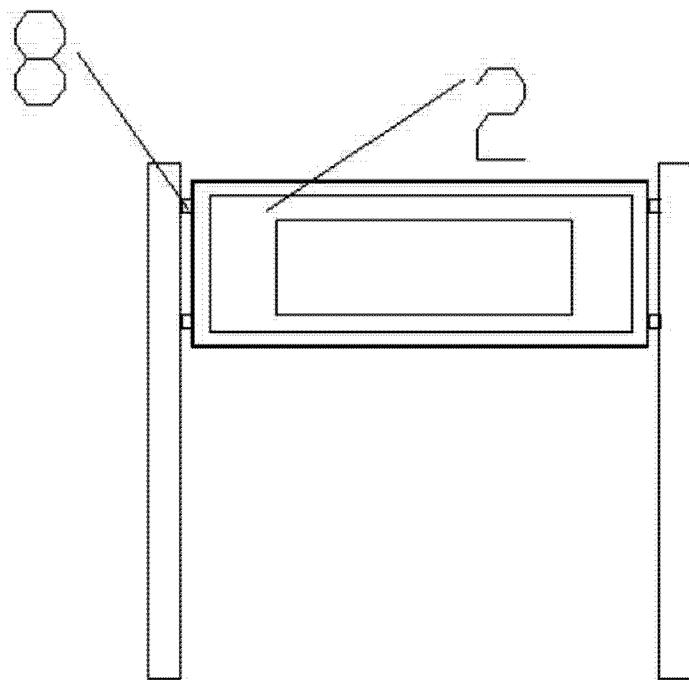

图 7
- [0019] 图 7 为本实用新型中实施例二中指示牌安装后的反面示意图；